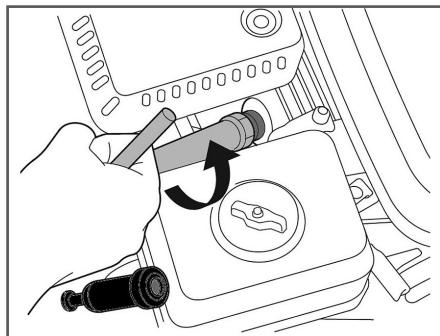

Рис. 29 Обслуживание свечи зажигания
2. Открутите свечу зажигания свечным ключом (Рис. 29).